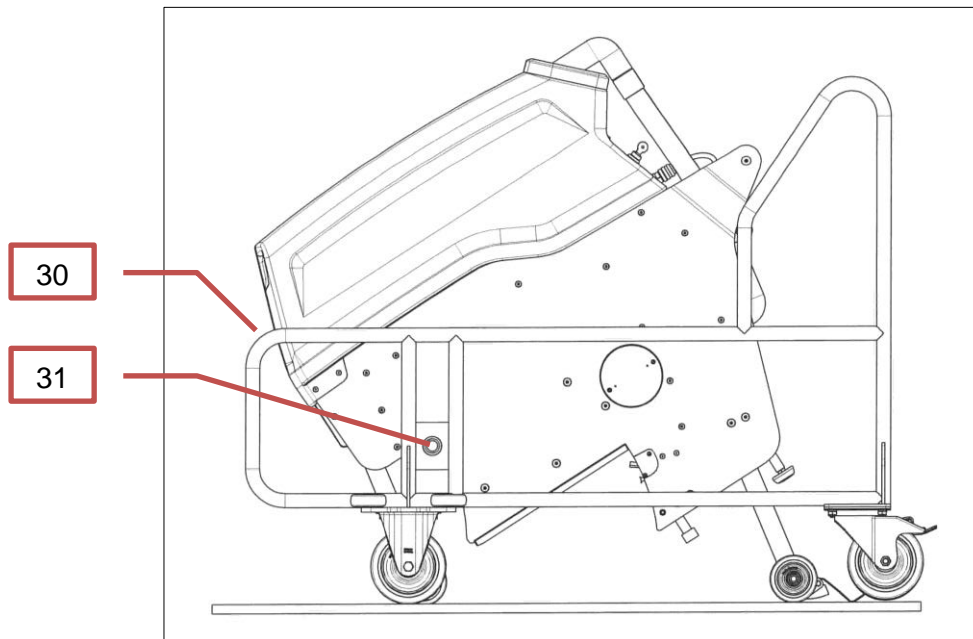

Bild 15 Einfahren in den Transportwagen
Zum Transport wird die Maschine nach Entfernen der Steckachse (31) aus dem Transportwagen mit der Deichsel voraus in diesen eingefahren (siehe Bild 15: Einfahren in Transportstellung)